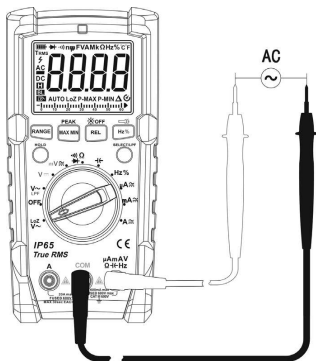

Рис. 4 Измерение напряжения AC в режиме LoZ
7.2 Измерение напряжения переменного тока с низким импедансом (LoZ) (см. рис. 4)